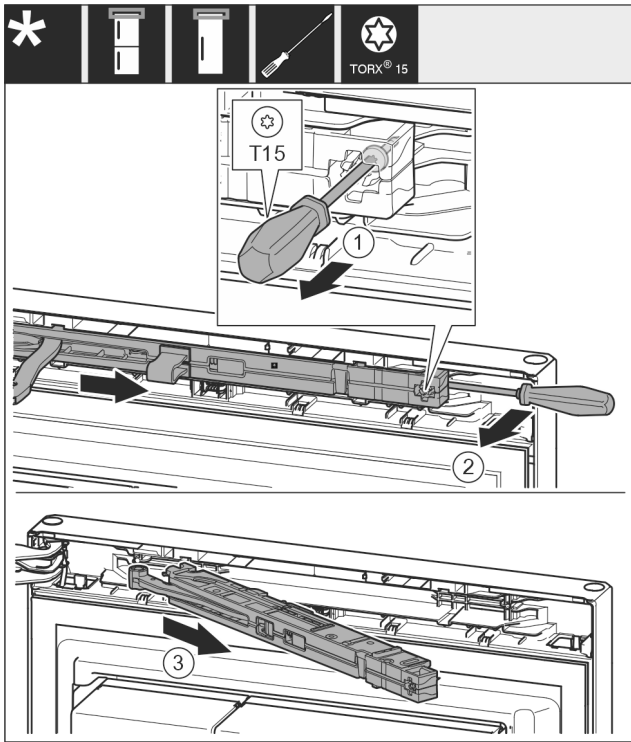

Fig. 12
- Desfaceți șurubul Fig. 12 (1) aprox. 14 mm de la unitatea amortizorului de închidere cu șurubelnița.
- Desprindeți cu o pârhie unitatea amortizorului de închidere Fig. 12 (2) de pe partea mânerului cu șurubelnița spre înainte.
- Extrageți unitatea amortizorului de închidere Fig. 12 (3).